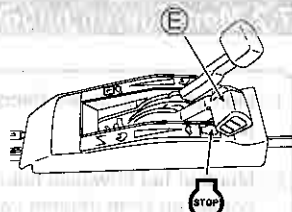

Afb. 13.
- Controleer dat er niemand achter u staat terwijl u aan de Startknop (V) trekt.
- Houd de startknop (V) stevig vast als u eraan trekt.
- Laat de Startknop (V) langzaam teruggaan.
- 5 Laat de motor opwarmen voor u hem gebruikt. Is de motor warm, zet dan de chokehandel (E) op "O". (Zie afb. 13.)